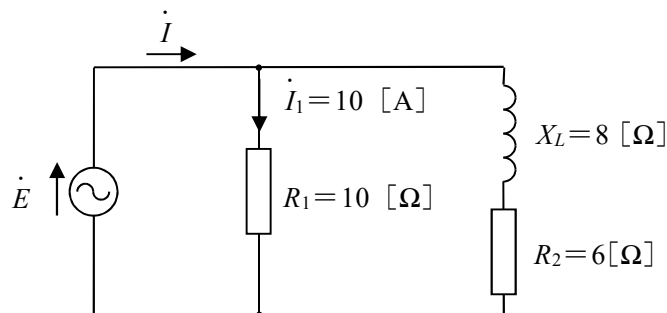

図 1－3
- (2) 図 1－3 に示す電気回路において、抵抗 R_2 で消費される電力は (⑥) [W] で、電源から供給される電流 $\dot{I}$ の大きさは (⑦) [A] である。